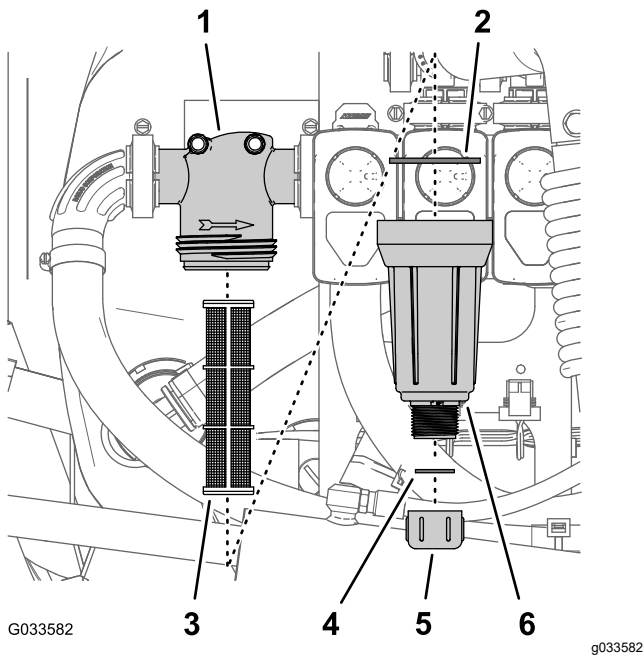

Figura 80
2. Alinhe um recipiente de escoamento debaixo do filtro de pressão (Figura 80).
3. Rode a tampa de drenagem no sentido contrário ao dos ponteiros do relógio e retire-a do recipiente do filtro de pressão (Figura 80).
4. Rode o recipiente no sentido contrário ao dos ponteiros do relógio e retire a cabeça do filtro (Figura 80).
5. Retire o elemento do filtro de pressão (Figura 80).
7. Verifique a junta do tampão de drenagem (localizado no interior do recipiente) e junta do recipiente (localizado no interior da cabeça do filtro) e veja se há danos e desgaste (Figura 80).
8. Instale o elemento do filtro de pressão na cabeça do filtro (Figura 80).
9. Instale o recipiente na cabeça do filtro apertando à mão (Figura 80).
10. Enrosque a tampa de drenagem na união na parte inferior do recipiente e aperte bem a tampa à mão (Figura 80).